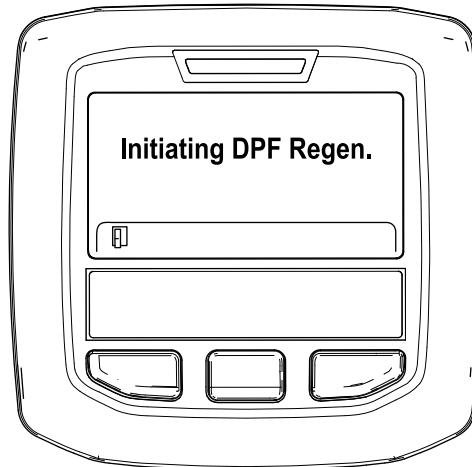

Figura 31
- A. “Initiating DPF Regen.” (A iniciar Regen. DPF) é apresentada (Figura 31).